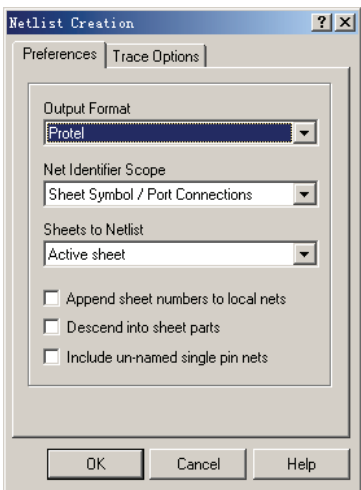
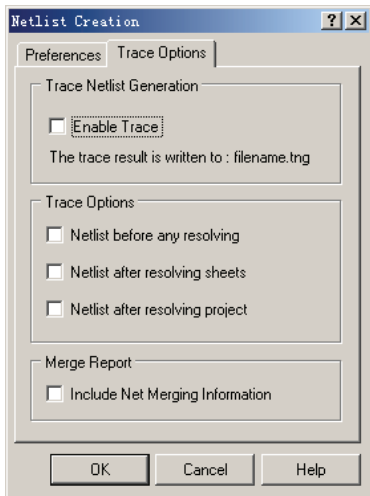

图 3-102 “Preferences”选项卡
图 3-103 “Trace Options”选项卡
产生网络表可以选择“Design”→“Create Netlist”命令来进行，然后将打开“Netlist Creation”对话框，该对话框包括“Preferences”和“Trace Options”两个选项卡，分别如图 3-102 和图 3-103 所示。
1) 选择“Design”→“Create Netlist”命令，弹出如图 3-102 所示的“Netlist Creation”对话框，用户可以进行相关设置。